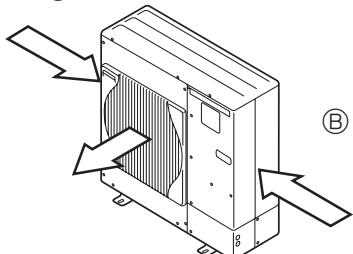

Fig. 2-4
- ③ Plaats het apparaat indien mogelijk zo dat de luchtauitlaat in dezelfde richting blaast als de seisoenswinden. (Fig. 2-4)